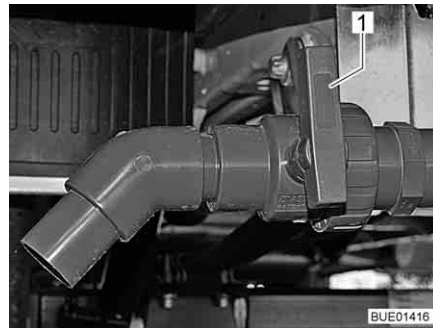

Fig. 203 Llave de desagüe
- Girar el tirador (Fig. 203,1) de la llave de desagüe a la posición en dirección de la circulación.